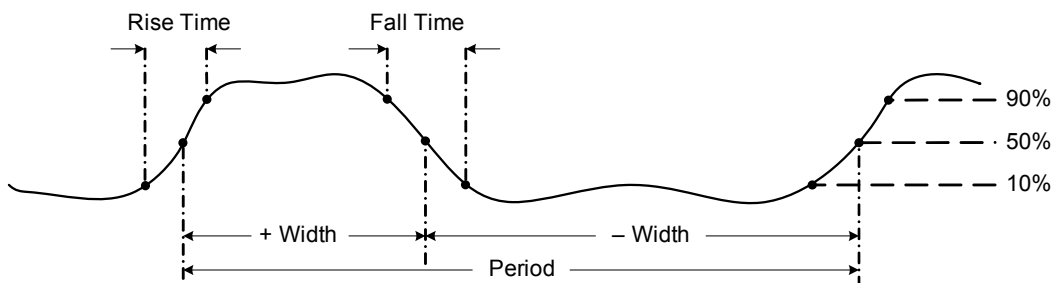

Figura 2-26 Definição de frequência
- A frequência é o número de ciclos que um sinal completa a cada segundo. A frequência é definida como o inverso do período. O período é definido como o tempo entre os cruzamentos do limiar intermediário de duas transições consecutivas, semelhantes em polaridade, conforme mostrado na Figura 2-26.